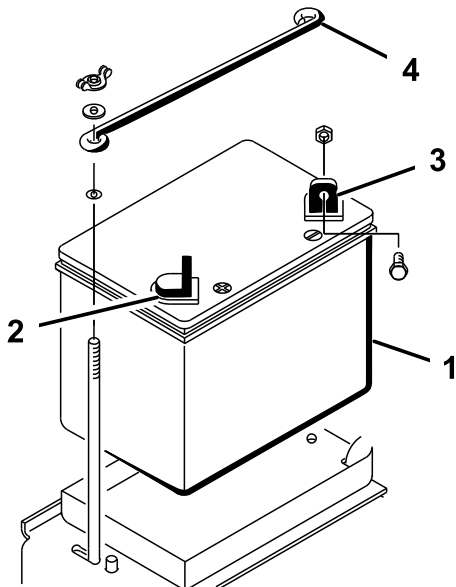

Figura 5
- Posizionate la batteria nel compartimento dietro la ruota destra, con il morsetto negativo posizionato verso la parte posteriore della macchina (Figura 5).